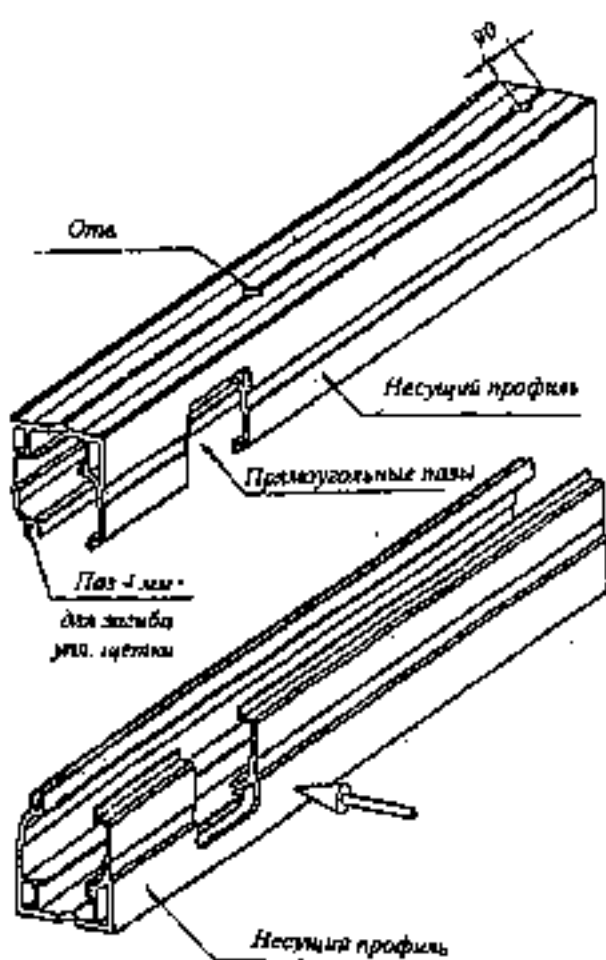
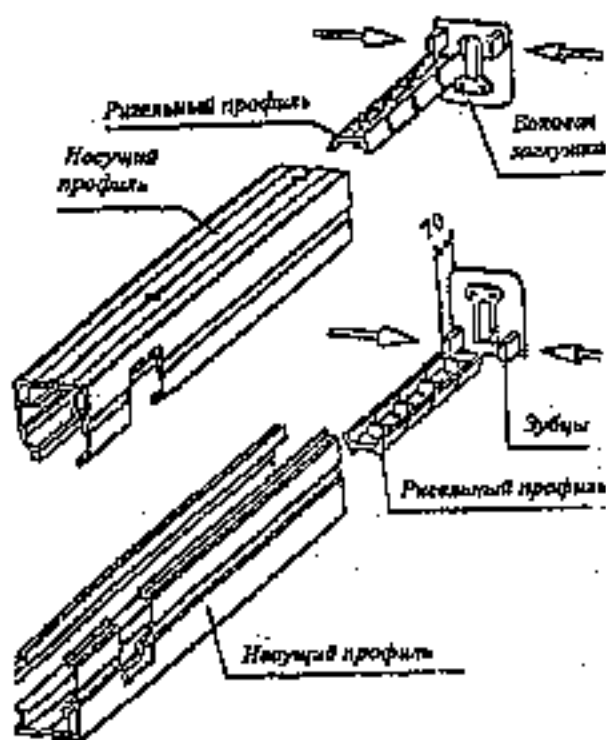

Рис. 9.1
Рис. 9.2
9.1. Несущий профиль отрезается в соответствии с расчетными размерами профиля. Крайние обрезки конструкции закрываются боковыми заглушками №21542. Отверстие для крепления (см. Рис.9.1) сверлятся по длине несущего профиля на расстоянии ширины стекла. Первое и последнее отверстие сверлятся на расстоянии 90 мм от конца профиля.
Количество необходимых ПЗС зависит от количества передвижных створок, которые будут установлены (см. Стр.4 Рис.4.1 и Рис. 4.2). Для каждой из передвижных створок нужна ПЗС для верхнего и нижнего несущего профиля. Установка ПЗС показана на Рис.9.1, а положение - в несущем профиле показано на Рис.9.2. ПЗС вставляют в несущий профиль так, чтобы задняя кромка первой ПЗС находилась на расстоянии около 70 мм от края профиля. После этого винты М5 №18920 на ПЗС слегка подтягиваются. Затем вставляются другие ПЗС, на каждой из которых слегка подтягивается винт М5. Такой порядок сборки гарантирует сохранность всех ПЗС при транспортировке и монтаже на стройплощадке.
Затем в стенках профиля и зубцах сверлятся отверстия в направлении стрелки (см. Рис.9.1). Отверстия располагаются на расстоянии 15 мм от конца и 12 мм от прилегающей поверхности профиля (см. Рис.9.2). Слепыми заглушками от $\varnothing 5 \times 15$ до $\varnothing 5 \times 20$ боковые заглушки предохраняются от выпадения.